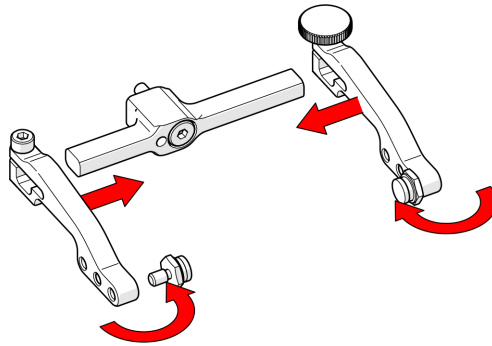

Abbildung 2-90 Anbringen der Arme und Verschieben der Tasten
5. Setzen Sie die Schwenknöpfe mit einem 0,375-Zoll-Schlüssel an der Innenseite der Prüfkopfhalterarme ein (siehe Abbildung 2-90 auf Seite 108).